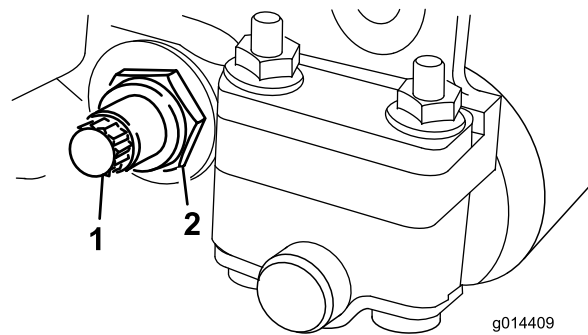
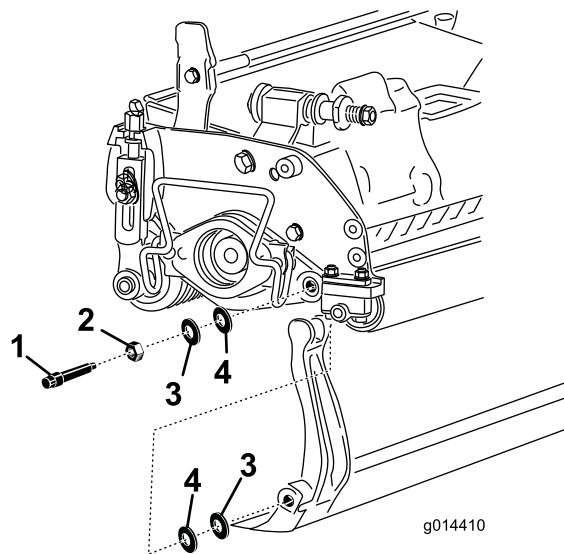

Bild 14
Bild 15
3. Lösen Sie an jeder Seite der Maschine die Klemmmutter, mit der die Schraube des Untermesserträgers befestigt ist (Bild 14).
4. Nehmen Sie jede Schraube des Untermesserträgers ab, damit der Untermesserträger nach unten gezogen und von der Maschine entfernt werden kann (Bild 14). Bewahren Sie die zwei Nylon- und die zwei Scheiben aus gestanzten Stahl an jedem Ende des Untermessers auf (Bild 15).
2. Befestigen Sie den Untermesserträger mit den Untermesserträgerschrauben (Muttern an den Schrauben) und den vier Scheiben (8 insgesamt) an jeder Seitenplatte. Legen Sie eine Nylonscheibe an jede Seite des Seitenplattenansatzes. Legen Sie eine Stahlscheibe außen auf jede Nylonscheibe (Bild 15).